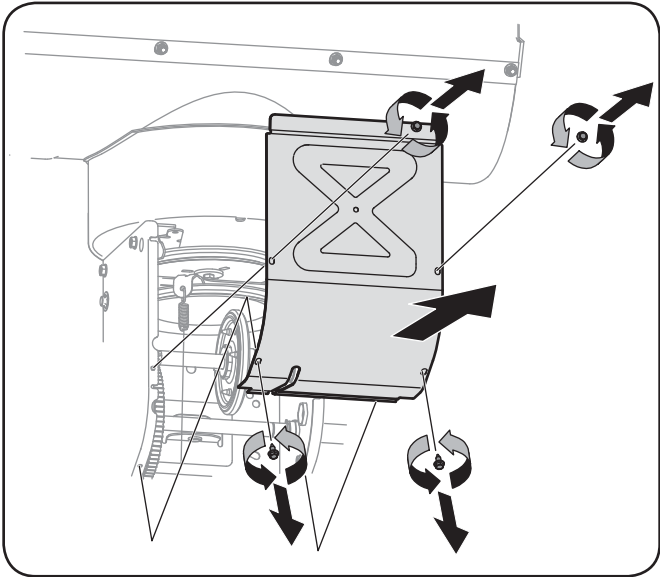

Figure 6-5
3. Enlevez le couvre-châssis en enlevant les deux vis auto-taraudeuses qui le maintiennent. Voir la Figure 6-5.